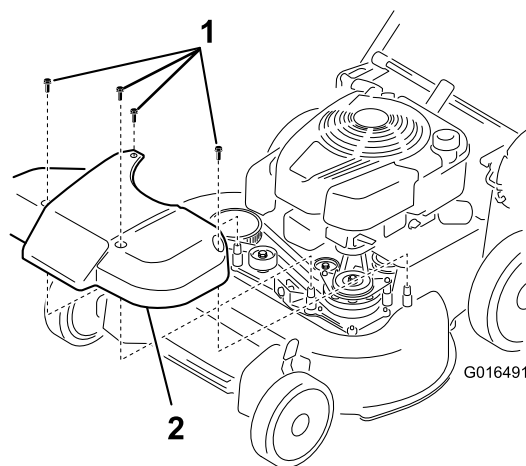

Рисунок 36
1. Снимите крышку системы привода ножей (Рисунок 36).